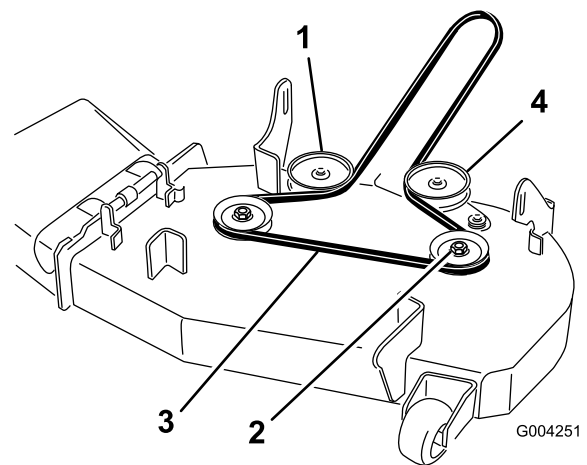
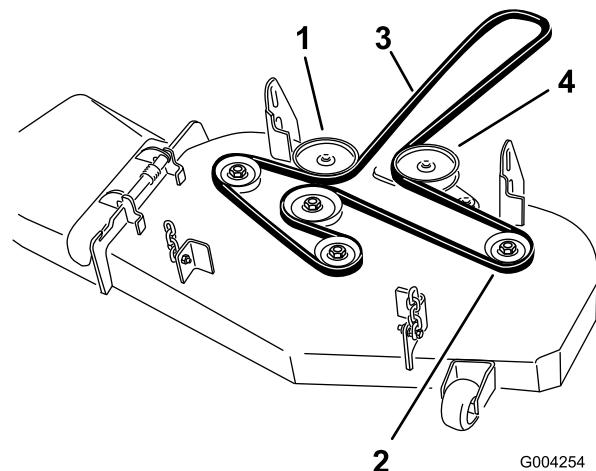

Figura 43
Figura 44
4. Tire del brazo tensor para aliviar la tensión de la correa sobre la polea de la izquierda (Figura 43 o Figura 44).
6. Pase la correa nueva alrededor de las poleas (Figura 43 o Figura 44).